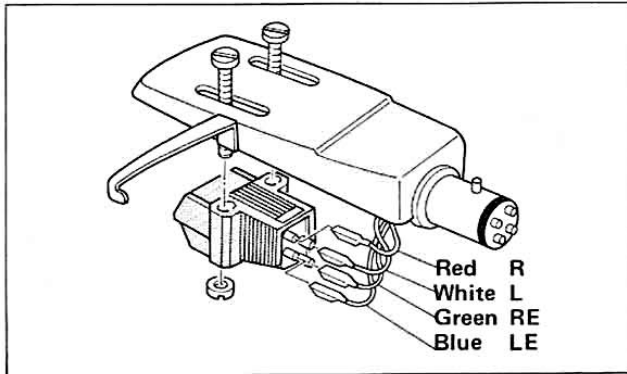

Fig. 3
4. Cartridge — connect the lead tips of the head shell to the output terminals of your cartridge as shown in fig. 3.
4. Tonabnehmer — die Zuführungen der Kopfmuschel mit den Tonabnehmerausgängen verbinden, wie in fig. 3 gezeigt.
4. Cartouche — Connecter les plots de conducteurs de la tête de pick-up aux bornes de sortie de la cartouche comme indiqué à la fig. 3.
4. Cartridge — Collegare le punte di piombo del guscio della testina ai terminali output del cartridge come mostrato nella fig. 3.